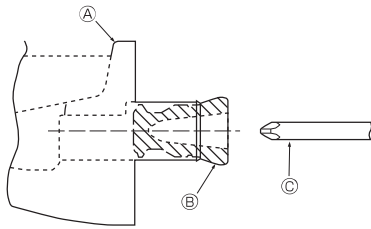

Fig. 5-1
5-1 งานเดินท่อระบายน้ำ (Fig. 5-1)
- สำหรับท่อด้านซ้าย ตรวจสอบว่าเสียบจุกยางเข้าทางด้านขวาของช่องท่อระบายแล้ว (Fig. 5-1)